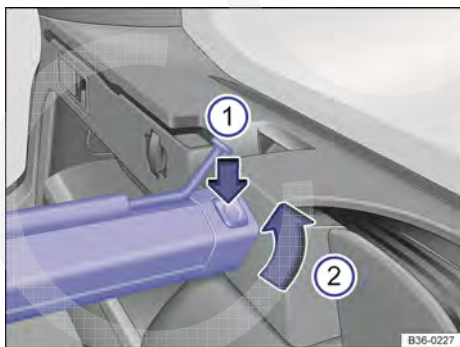

Fig. 243 No compartimento de bagagem: remover a rede divisória.
- Pressionar o botão de destravamento esquerdo ou direito → Fig. 243 ① na direção da seta.
- Retirar a caixa na direção da seta → Fig. 243 ②, tirando-a do suporte.
- Introduzir a carcaça à esquerda e direita em sentido contrário à seta → Fig. 243 ② no suporte. A carcaça se encaixa.
As marcações vermelhas nos botões de destravamento → Fig. 243 ① já não podem mais ser visíveis.